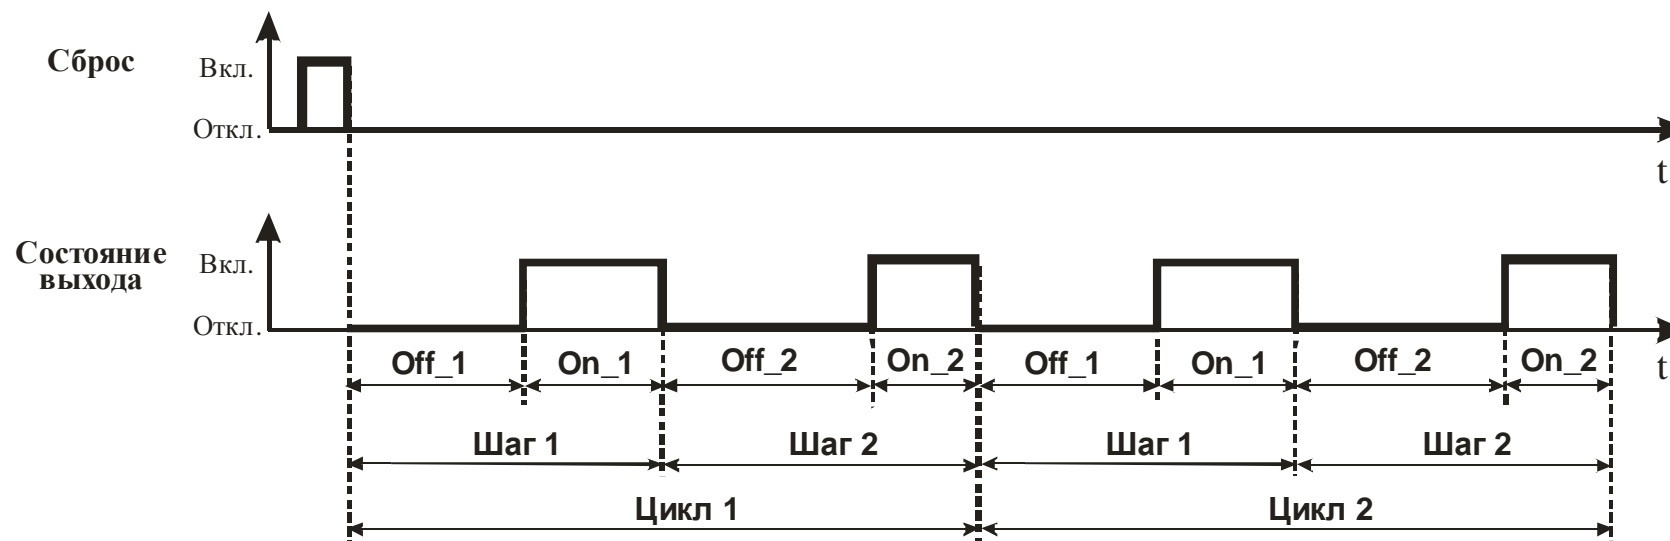

Рисунок 3.2 – Временные диаграммы работы прибора
3.4.2.10 Параметр “Количество циклов” определяет количество циклов при работе прибора (см. рисунок 3.2). При установке параметра в 0 прибор работает в режиме бесконечного цикла.